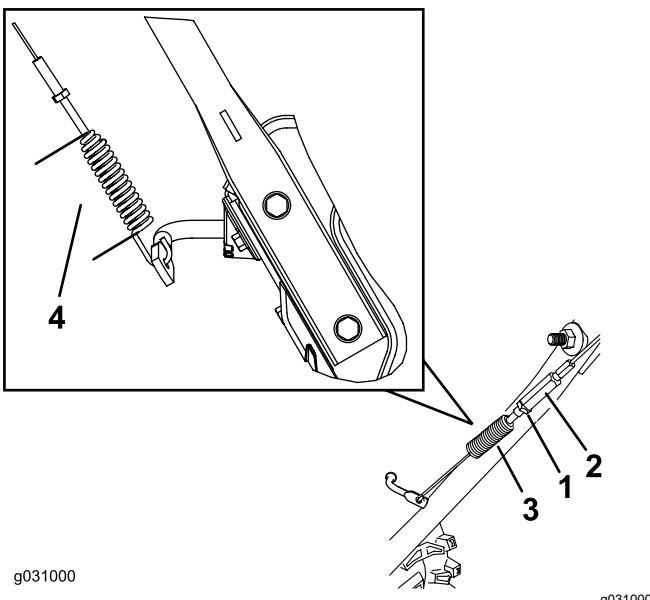

Bild 38
3. Lösen oder ziehen Sie die Spannschraube an, um die Federlänge auf 7 cm einzustellen, wie in Bild 38 dargestellt.
4. Ziehen Sie die Klemmmutter (Bild 38) an und stellen Sie sicher, dass der Antriebsbowdenzug etwas gespannt ist.